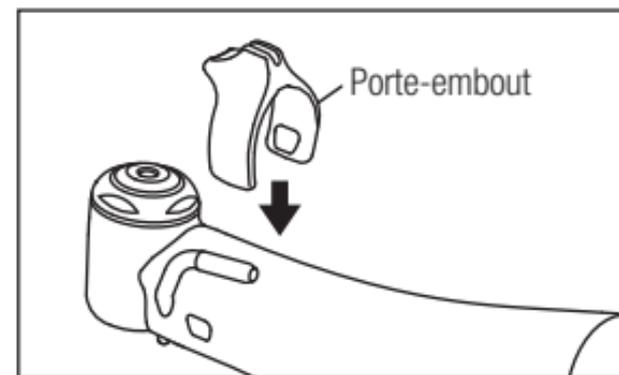

Fig. 5 55
1) Fixez le porte-embout. (Fig. 5)